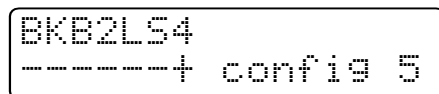

Figura 2 - Ajustando el RX-406
- ◆ Saque el tornillo (si ha sido proporcionado) sosteniendo la tapa del teclado y retire la tapa insertando un destornillador dentro de los dos ranuras (observe la figura 2 de la izquierda)
- ◆ Conecte el plug Rj11 4x4 (de el teclado UPR-3 o PRG-22) en el conector Rj11 hembra del teclado (observe la figura 2 de la derecha)